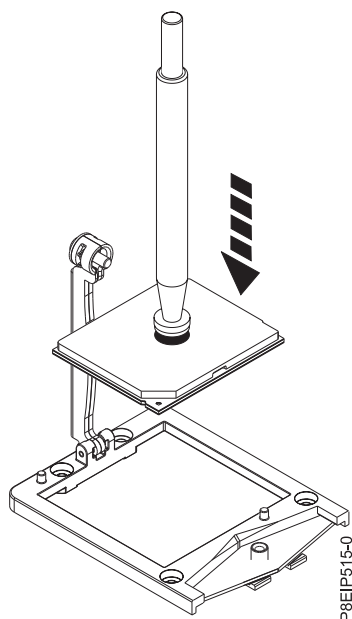

図 54. プロセッサをソケットに下ろす
- a. ペンとシステム・プロセッサ・モジュールをソケットの上に下ろします (図 54 を参照)。プロセッサの斜めになっている角を、ソケットの斜めになっている角に位置合わせします。プロセッサを傾けないように注意して、ツールを水平に下ろします。